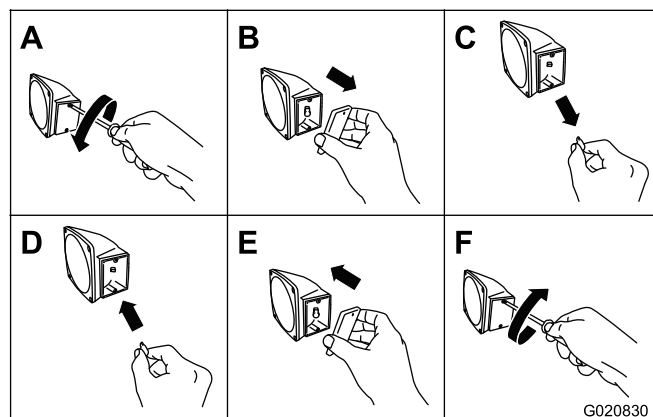

Figure 18
1. À l'aide d'un tournevis, retirez les 2 vis du petit verre rectangulaire sur le côté du feu (Figure 18).
2. Déposez le verre (Figure 18).
3. Sortez l'ampoule de la douille (Figure 18).
4. Poussez une ampoule neuve 168 dans la douille (Figure 18).
5. Reposez le verre et les 2 vis (Figure 18).